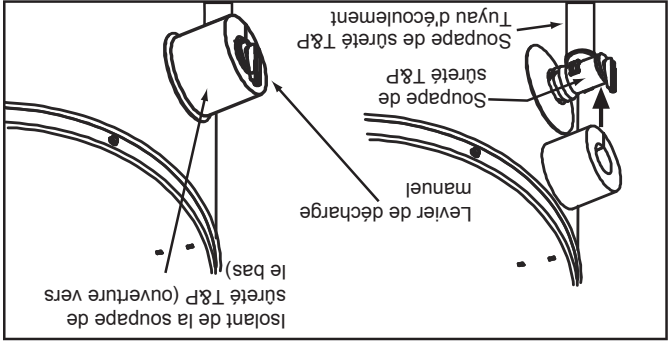

Figure 10
Repérez la soupape de sûreté température et pression (souvent appelée soupape de sûreté T&P), voir Figure 10).
- Séparez délicatement ces deux parties et placez le morceau d'isolant sur la soupape de sûreté T&P, voir Figure 10). Appuyez légèrement sur l'isolant afin qu'il entre bien en contact avec la soupape de sûreté T&P. Une fois l'isolant bien ajusté, fixez-le en place à l'aide de ruban à conduit, électrique ou l'équivalent.
Important: l'isolant ou le ruban ne doit pas bloquer l'ouverture de décharge de la soupape ou l'accès au levier de décharge (Figure 10). Assurez-vous que le tuyau d'écoulement est correctement inséré dans l'ouverture de la soupape de sûreté T&P, comme décrit dans ce manuel.